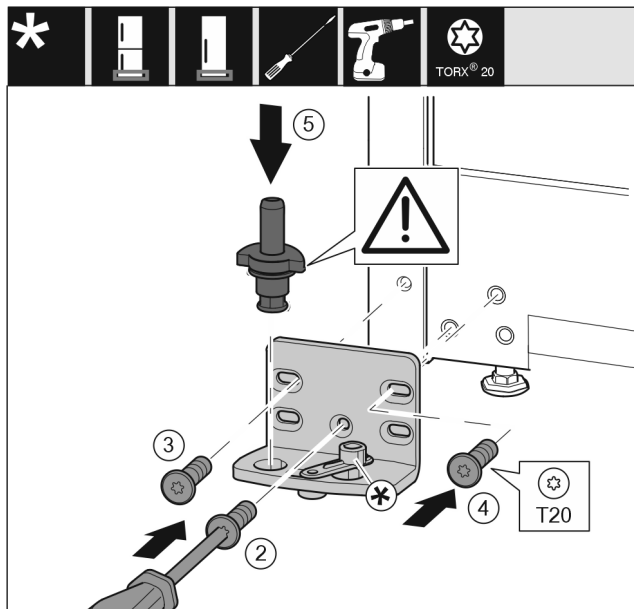

Fig. 17
- ▶ Płytkę zawiasu założyć z drugiej strony i przykręcić przy pomocy śrubokręta T20. Rozpocząć od śruby 2 dolnej umieszczonej na środku. Fig. 17 (2)
- ▶ Dokręcić śrubę 3 i 4. Fig. 17 (3,4)
- ▶ Założyć całą sworzeń płytki zawiasu. Przy tym zwrócić uwagę, by krzywka zatrzaskowa wskazywała do tyłu. Fig. 17 (5)